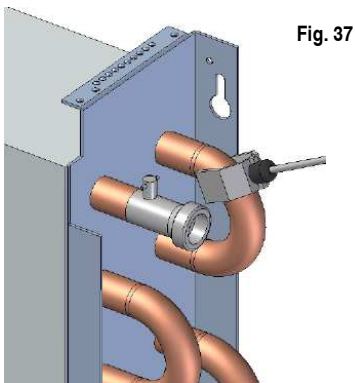
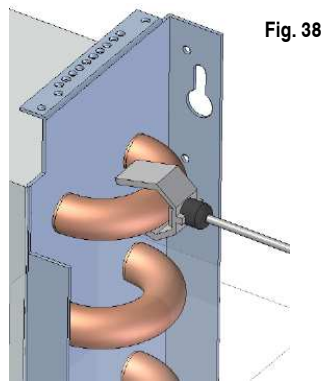

Fig. 37
Fig. 38
4. Conecte la pinza de la sonda de detección de agua en los tubos tal y como se muestran en las figuras 37 y 38, teniendo en cuenta la posición de las tomas a derechas (fig 37) o a izquierdas (fig. 38).